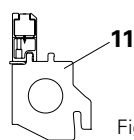

Fig. A5.07
- ao apoio de extremidade SSL (11) na direcção longitudinal. (Fig. A5.07)
Utilizar o apoio de extremidade SSL como ajuste em altura para a transição de um módulo standard para uma zona de fecho. (Fig. A5.07)